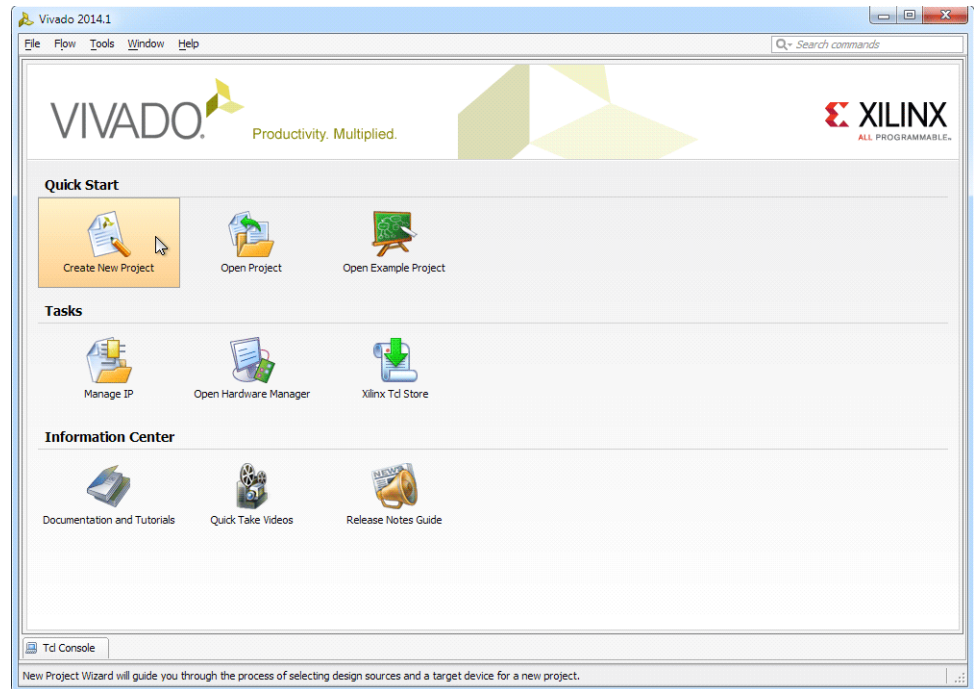

図 2 : Vivado ツールの新規プロジェクトの作成
2. [Create New Project] をクリックして [Next] をクリックします (図 2)。